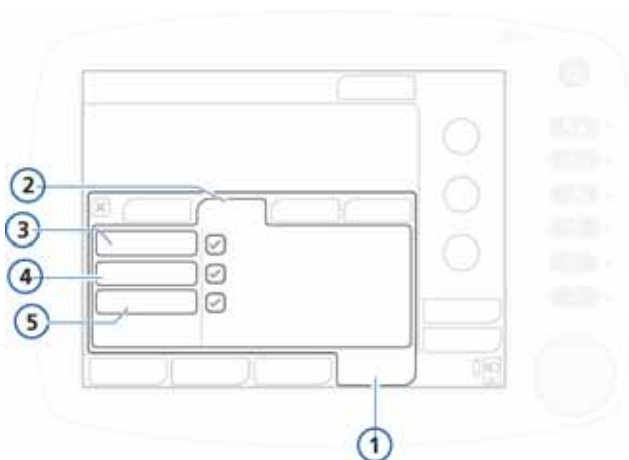

Figura 3-2. Finestra Test e calib.
2. Nella finestra **Test e calib.**, attivare **Tenuta** (Figura 3-2).
2. Nella finestra **Test e calib.**, attivare **Sens. Flusso** (Figura 3-2).